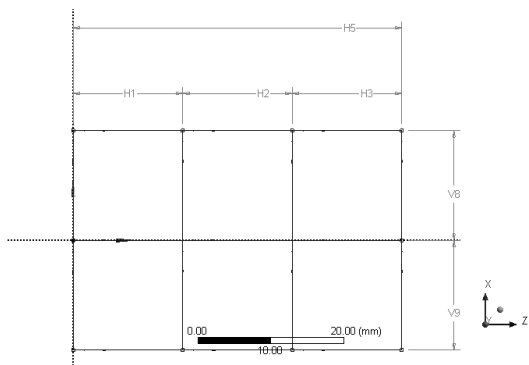

图 2-105 线体模型
Step9: 单击工具栏中的 Generate 按钮生成线体, 如图 2-105 所示。